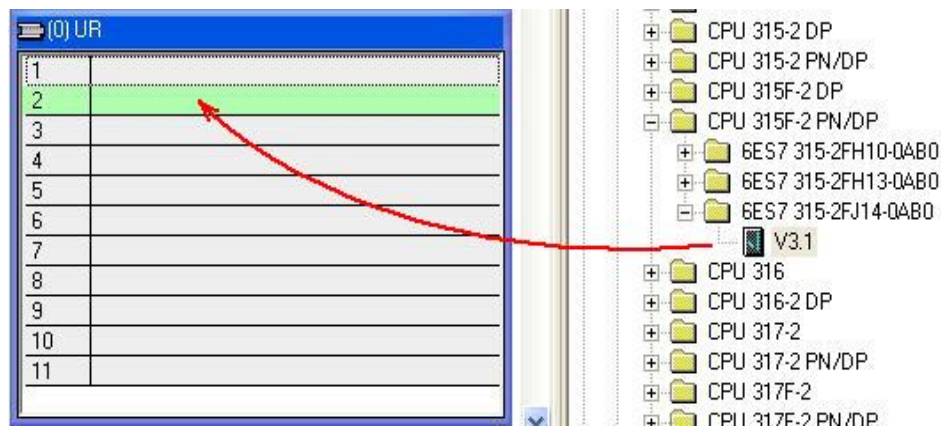

Figura 1.6: Modelo de CPU
- Volte à coluna anterior e selecione na árvore de módulos a CPU correspondente ao seu hardware (CPU 315F-2 PN/DP V3.1), arrastando-a em seguida para a posição de número 2 do rail (veja a figura 1.6).